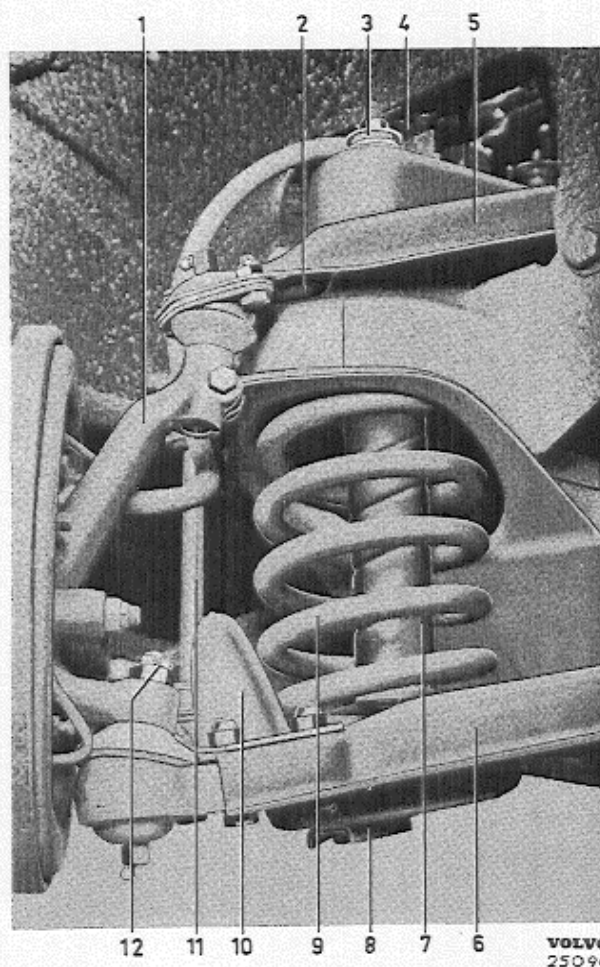
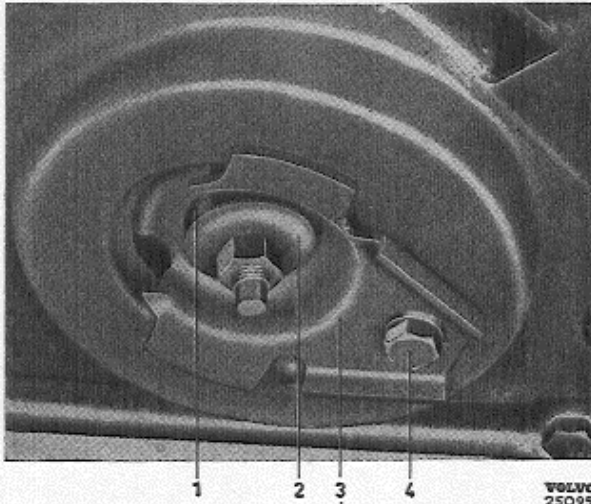

Abb. 1 Vorderfeder und Stoßdämpfer
Abb. 2 Untere Befestigung für vorderen Stoßdämpfer
4. Stoßdämpfermuttern und Scheiben sowie äußere Gummibuchsen (3, Abb. 1; 1, Abb. 2) ausbauen. Schraube (4, Abb. 2) für die Befestigungsscheibe (3) entfernen und die Scheibe sowie den Stoßdämpfer nach unten herausziehen.
6. Querstabilisator vom unteren Schwingarm abschrauben. Mutter (12, Abb. 1) für das untere Kugelgelenk ausbauen.
2. Untere Befestigungsmutter, Scheibe und Gummibuchse ausbauen, siehe Abb. 2.